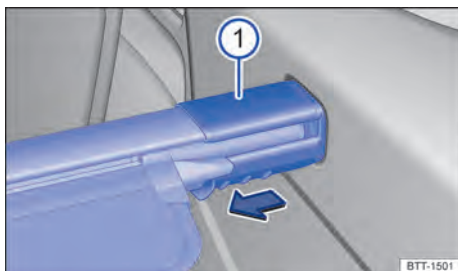

Fig. 176 No compartimento de bagagem: remover a cobertura do compartimento de bagagem.
- Pressionar o suporte da cobertura do compartimento de bagagem → Fig. 176 ① na direção da seta e mantê-lo pressionado.
- Soltar o suporte da cobertura do compartimento de bagagem → Fig. 176 ①.